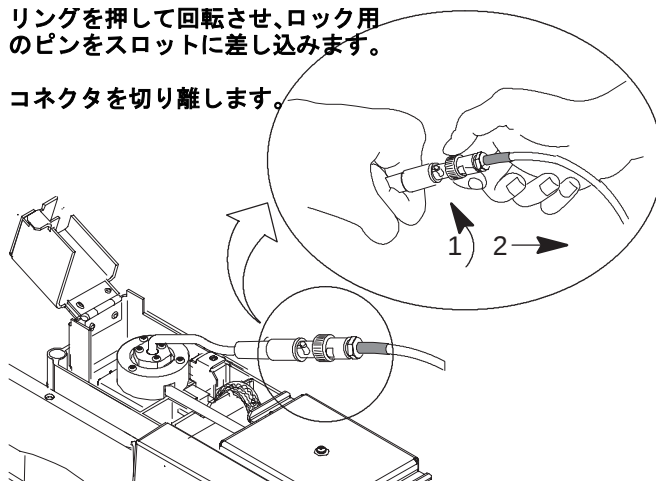

図 3 ビーズ コネクタの切り離し
- 1 図 3 で示すように、リングをひねり両端部を引き離して、NPD のビーズ コネクタをブルーのケーブルから切り離します。